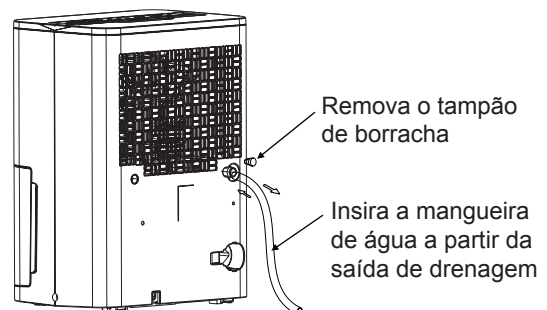

Fig.8
- Insira a mangueira de água no equipamento a partir do orifício de drenagem na parte traseira do equipamento, conforme demonstrado na Fig. 8. Fixe a mangueira de água à saída do orifício de drenagem do equipamento. Certifique-se de que a ligação entre a mangueira de água e a saída do orifício de drenagem do equipamento está devidamente apertada e não permite a fuga de água.